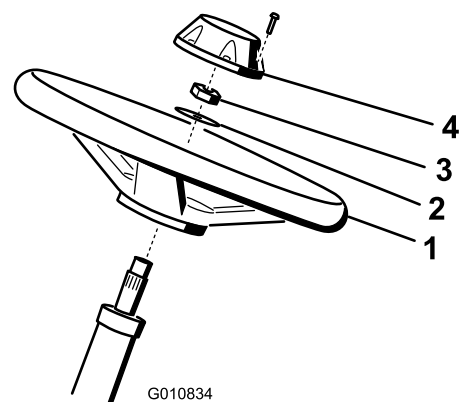

Figura 3
1. Collocate il volante sul piantone (Figura 3).
2. Collocate la rondella sul piantone (Figura 3).
3. Fissate il volante sul piantone per mezzo di un controdado serrato a 27-35 Nm (Figura 3).
- Montate il coprimozzo sul volante e fissatelo con l'aiuto di una vite (Figura 3).